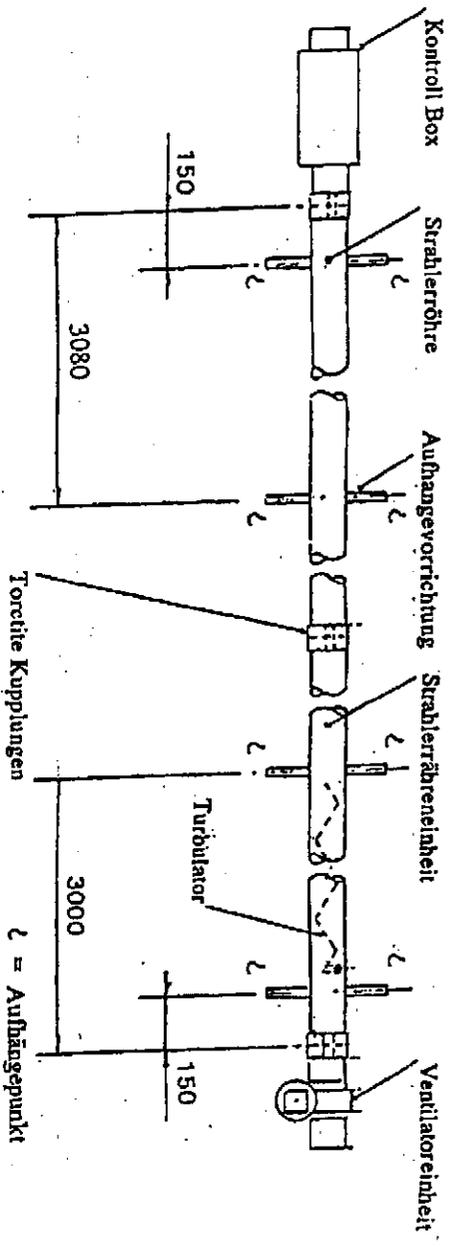
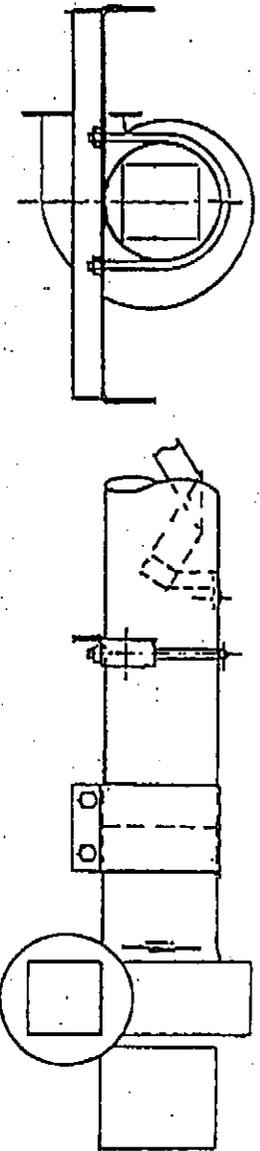

Abb. 21
Abb. 22
**4.5.2** Platzieren Sie die Strahlerröhre und die Strahlerröhreneinheit (die den Turbulator beinhaltet) auf Böcke, so daß sie einen Minimumabstand von 150mm vom Fußboden haben, und montieren Sie die vier Aufhängenvorrichtungen an die Strahlerröhre und die Strahlerröhreneinheit, unter Gebrauch eines U-Bolzen pro Vorrichtung (aus dem Befestigungspaket). Positionieren Sie die Aufhängenvorrichtungen entlang der Strahlerröhre und der Strahlerröhreneinheit wie in der Abb. 21 gezeigt. Die U-Bolzen Muttern genügend festdrehen, um die Aufhängenvorrichtungen zu halten. Nicht überdrehen.
4.5.3 Legen Sie eine Torcrite Kupplung über das Ende der Strahlerröhre (siehe Abb. 21 oben) und stellen Sie sicher, daß sie voll einrastet, bis zum Stopper. Montieren Sie die Kontrollbox an die Strahlerröhre und stellen Sie sicher, daß sie voll in der Torcrite Kupplung einrastet (bis zum Stopper) und sich im vertikal mit dem Türgriff zuoberst befindet (siehe Abb. 6). Die Muttern der Torcrite Kupplung festdrehen um die Kontrollgriff zur Strahlerröhre zu sichern. Achten Sie dabei darauf, daß die Kontrollbox sich auf einer Linie mit der Achse der Röhre befindet.
4.5.4 Platzieren Sie eine zweite Kupplung über das Ende der Strahlerröhreneinheit an dem Ende, wo sie zur Röhre gesichert ist (siehe Abb. 21 und Abb. 22 oben) und stellen Sie dabei sicher, daß sie voll einrastet, bis zum Stopper mit der Klammer darunter. Montieren Sie die Ventilatoreinheit an der Strahlerröhre, und stellen Sie sicher, daß sie voll in der Torcrite Kupplung einrastet (bis zum Stopper), und daß sie, für abzuglose Anwendung, mit dem Ventilatorauslaß horizontal positioniert ist, und für Anwendung mit Abzug entweder horizontal oder vertikal (mit der Vorderseite nach oben). Die Muttern der Torcrite Kupplung festdrehen um die Ventilatoreinheit an der Strahlerröhre zu sichern. Achten Sie dabei darauf, daß die Ventilatoreinheit auf gleicher Linie mit der Achse der Röhre gehalten wird. (siehe Abb. 6).
4.5.5 Die beiden Teile des Gerätes sollen jetzt angehoben werden und wie im Abschnitt 3.1 dargelegt an den vorher angebrachten Ketten oder Fallsäben an den in Abb. 21 gezeigten Aufhängepunkten gehängt werden. Seil- oder Gewebeschlingen sollen benutzt werden, wenn man von oben her hochhebt. Beim Gebrauch eines Gabelstaplers, stellen Sie sicher, daß das Gerät vor dem Anheben auf den Gabeln balanciert ist.
**4.5.6** Platzieren Sie die dritte Torcrite Kupplung über das offene Ende einer der Strahlerröhren und stellen Sie dabei sicher, daß sie voll eingerastet ist, bis zum Stopper, mit der Klemme darunter. Montieren Sie die zweite Strahlerröhre in die Torcrite Kupplung, stellen Sie dabei sicher, daß sie voll einrastet, bis zum Stopper, so daß die Aufhängevorrichtungen mit denen des ersten Strahlerröhrenteiles (siehe Abb. 21) in einer Linie sind. Die Muttern der Torcrite Kupplung festdrehen um die beiden Strahlerröhrenteile aneinander zu sichern, achten Sie dabei darauf, daß die Röhren in einer geraden Linie bleiben.